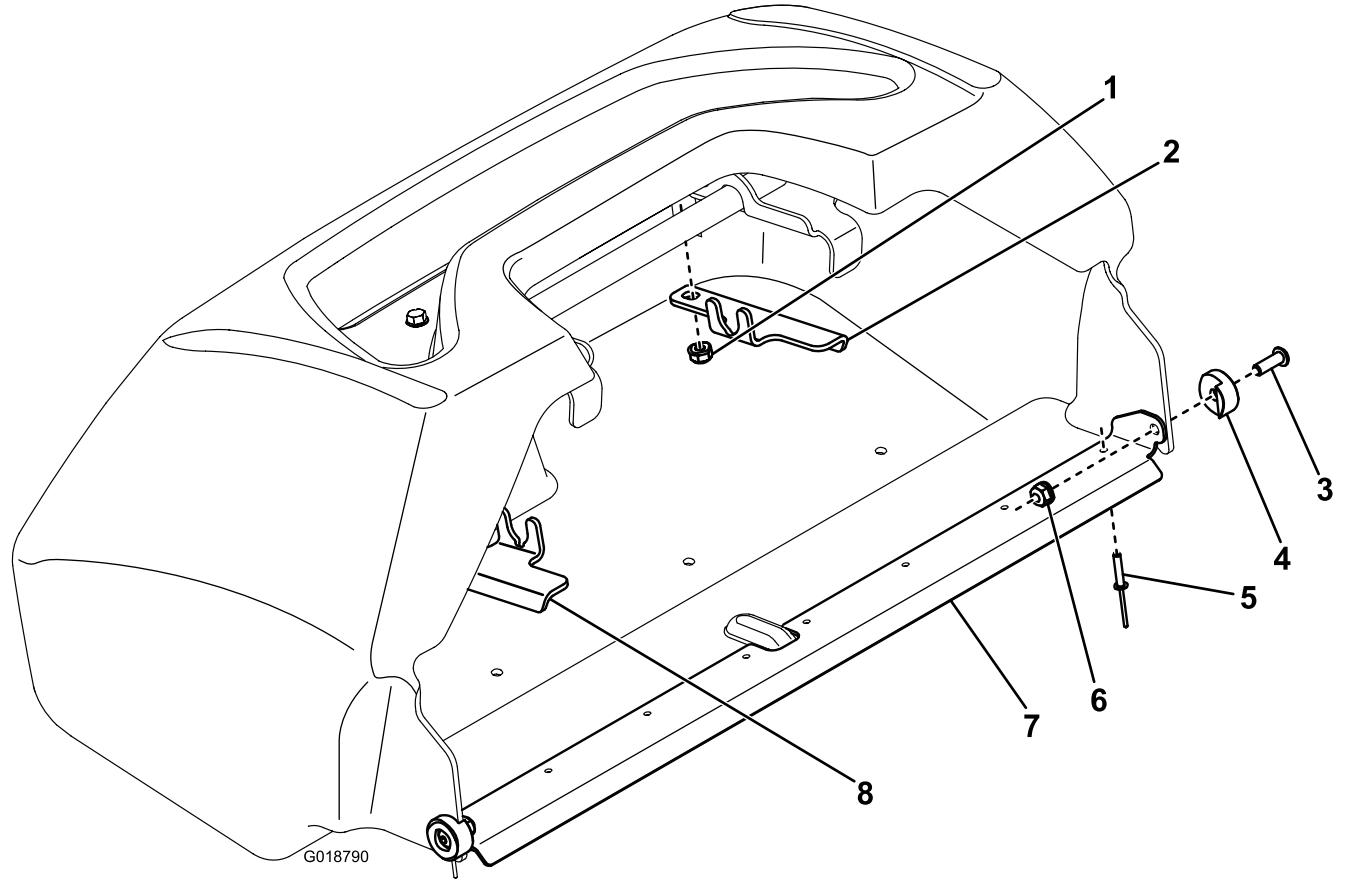

図 2
- バスケットの前部に、新しいストリップをクランプで取り付ける；ストリップのノッチとバスケットの盛り上がり部分にそろえて取り付けること (図 2)。
- バスケットストリップに合わせて、ポップリベット用の穴 (直径 8, 4 mm) を開ける (図 2)。
- ポップリベット (8個) を使用して、バスケットストリップをバスケットに取り付ける (図 2)。
- バスケットストリップの側面部を型紙として、直径 6.75 mm の穴を2つ開ける (図 2)。
- ボルト (2本) とフランジナットを使用して、バスケットバンパーをバスケットストリップに取り付ける (図 2)。
- バスケットバーをバスケットに固定しているフランジナットを外す (図 2)。
- バスケットバーを固定しているボルトにバスケットブラケットを入れ、先ほど取り外したフランジナットを取り付ける (図 2)。